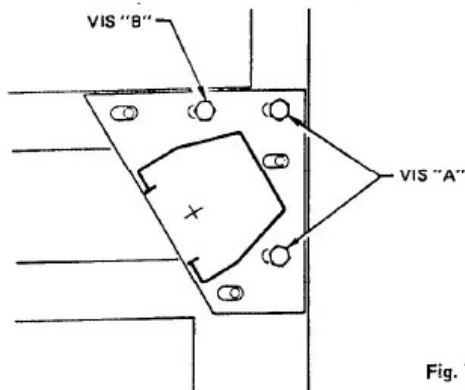

Fig. 7
- Dresser la colonne réceptrice (sans moteur) sur le châssis et poser les 2 vis A en leur laissant quelques millimètres de jeu, puis par sécurité la vis B, ne la serrer que de quelques tours. Fig. 7.